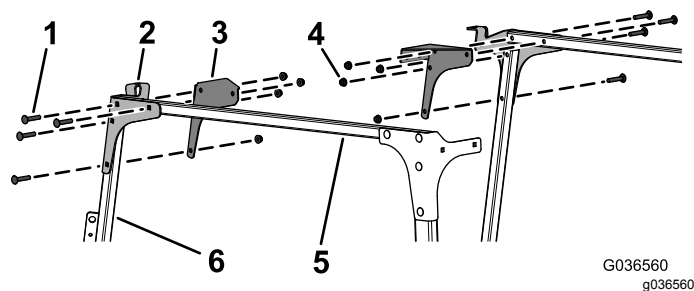

Figura 9
8. Instale sem apertar as placas dianteiras esquerda e direita e as placas de canto nas tubagens da ligação cruzada e nos suportes do limpador pára-brisas esquerdo e direito utilizando 8 parafusos de carroçaria (5/16 pol. x 1 3/4 pol.) e 4 porcas flangeadas (5/16 pol.), como se mostra na Figura 9.